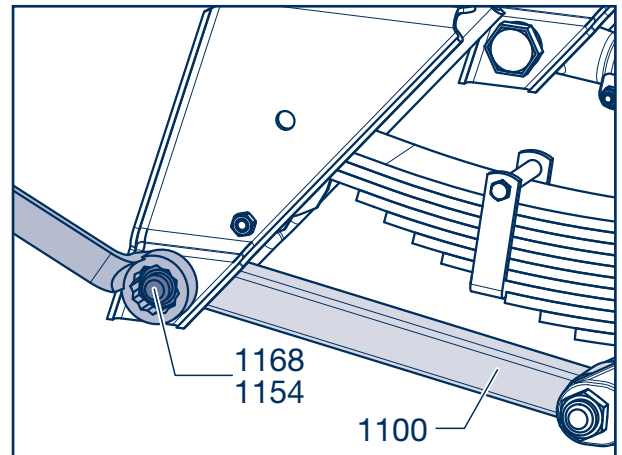

Fig. 1
- Ausführung mit starrer Verbindungsstange (1100) an der Stütze (Fig. 1).
- Design with rigid connecting rod (1100) at the hanger bracket (Fig. 1).
- Version de la barre d'accouplement fixe (1100) sur la main (fig. 1).